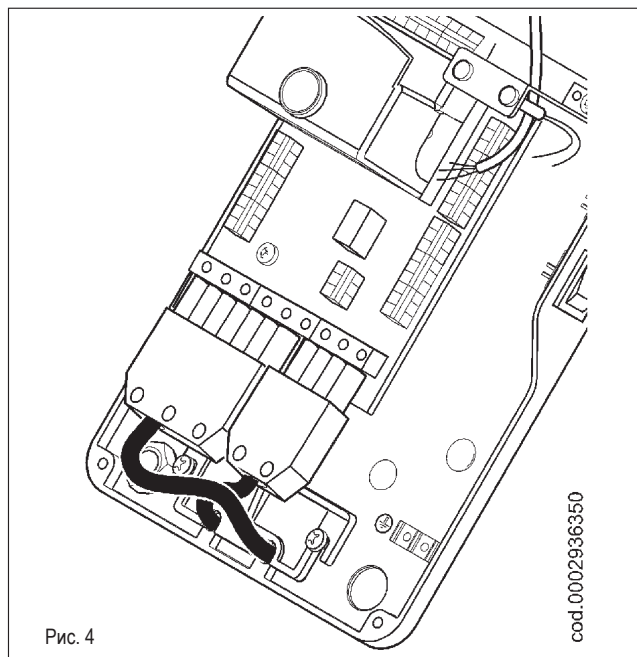

Рис. 4
- Установите зажимную пластинку, как показано на рисунке 3. Поверните эксцентрик (4) так, чтобы пластинка должным образом надавила на два провода. После этого заверните винты фиксации пластинки. Наконец, соедините два разъёма (7-штырьковый и 4-штырьковый), смотрите рисунок 4.